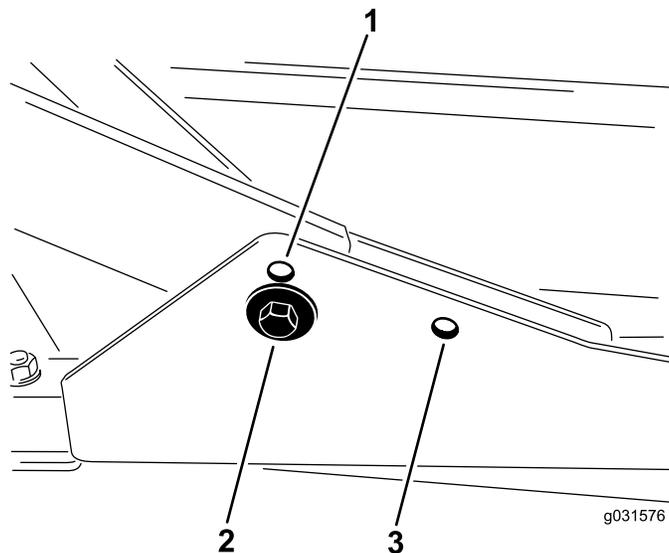

Bild 17
1. Befestigen Sie die vorderen Trägerrahmen für Schnitthöhen von 2 cm bis 7,6 cm in den unteren vorderen Befestigungslöchern (Bild 17).
- Befestigen Sie die vorderen Trägerrahmen für Schnitthöhen von 6,3 cm bis 10 cm in den oberen vorderen Befestigungslöchern (Bild 17).
Befestigen Sie das Heckschneideeinheit für alle Schnitthöhen in den hinteren Befestigungslöchern (Bild 17).